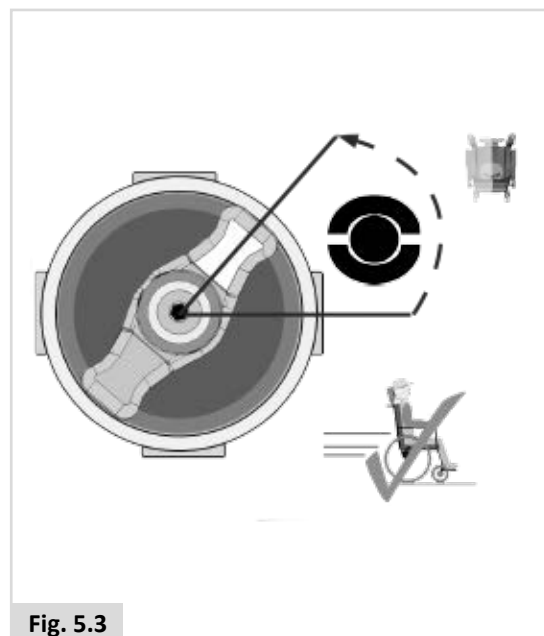

Fig. 5.3
1. For å kjøre rullestolen. (Fig. 5.3).